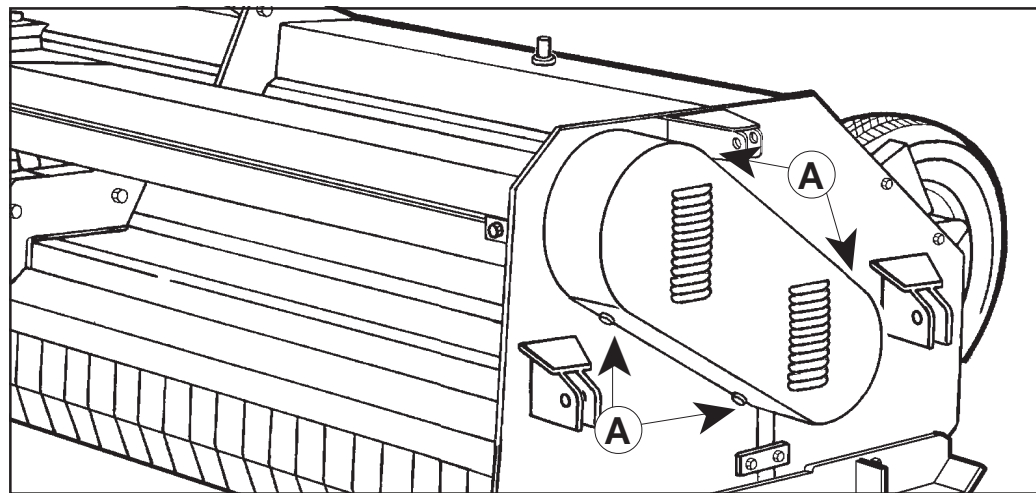

Fig. 16
- Togliere le viti che fissano il carter di protezione (A Fig. 16), aprire il carter tirandolo verso l'esterno.
- Rimontare il carter, fissandolo con le relative viti tolte in precedenza (Fig. 16).
- Remove the bolts that fix the protective casing (A Fig. 16). Open the casing by pulling it outwards.
- Remount the casing and fix it in place with the previously removed bolts (Fig. 16).
- Die Schrauben entfernen, die das Schutzgehäuse (A, Abb. 16) befestigen, das Gehäuse öffnen, indem man es nach außen zieht.
- Das Gehäuse wieder montieren und mit den zuvor entfernten Schrauben befestigen (Abb. 16).
- Oter les vis de fixation du carter de protection (A fig. 16), ouvrir le carter en le tirant vers l'extérieur;
- Remonter le carter, en le fixant au moyen des vis enlevées précédemment (Fig. 16).
- Quitar los tornillos que fijan el cárter de protección (A Fig. 16); abrir el cárter, tirando de él hacia el exterior.
- Volver a montar el cárter, fijándolo con los correspondientes tornillos (Fig. 16).
- Togliere i dadi che fissano il carter di protezione (A Fig. 16);
- Remove the nuts fastening the protecting guard (A Fig. 16).
- Die Befestigungsmuttern des Schutzgehäuses lösen (A Abb. 16).
- Enlever les écrous qui fixent le carter de protection (A Fig. 16);
- Quite las tuercas que sujetan el cárter de protección (A Fig. 16);